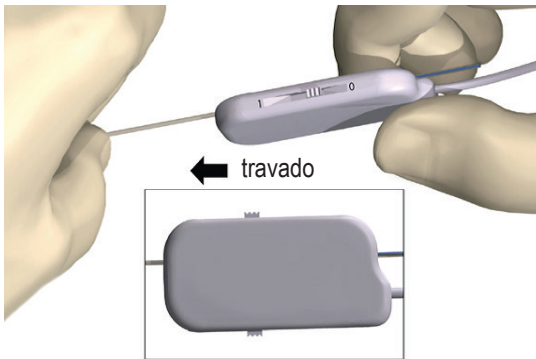

Figura 10: Fixar o Eletrodo DBS no conector do Cabo cirúrgico 1 x 8
- Empurre a extremidade do Eletrodo DBS para a porta, até ela parar. Mantenha o Eletrodo DBS no lugar, empurrando a alavanca de bloqueio para a posição bloqueada (1) (Figura 10).